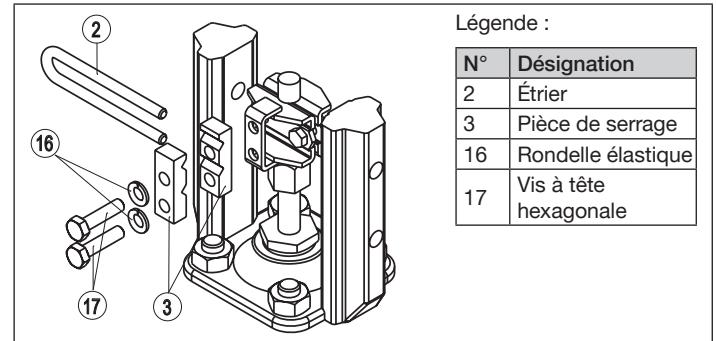

Fig. 25: Montage de l'étrier
! Le rouleau conique ⑤ sur le levier ⑥ du système de mesure de déplacement doit pouvoir se déplacer librement dans l'étrier (voir « Fig. 25 : Montage de l'étrier ») tout le long de la course sur l'actionneur.